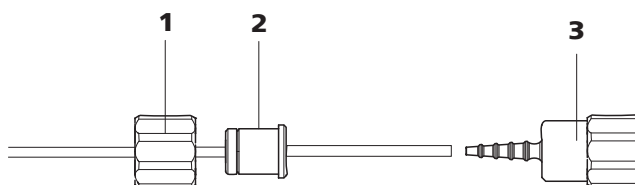

Figura 10 Instalación de una conexión de tubo de bomba sin filtro
- **Caso B:** una conexión de tubo de bomba **sin filtro** 6.2744.160 (véase Figura 10, página 18).